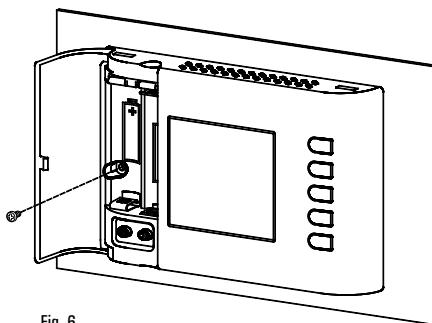

Fig. 6
Le chrono-thermostat offre la possibilité de brancher au connecteur '█' en Fig. 6 une interface téléphonique dont le relais de sortie maintiende l'état demandé (fermé ou ouvert) pour tout le temps nécessaire (non à impulsion).
- Fixer le corps de chrono-thermostat à la plaque murale par la vis incluse dans la confection et qui se trouve à l'intérieur du compartiment des piles (Fig. 6).